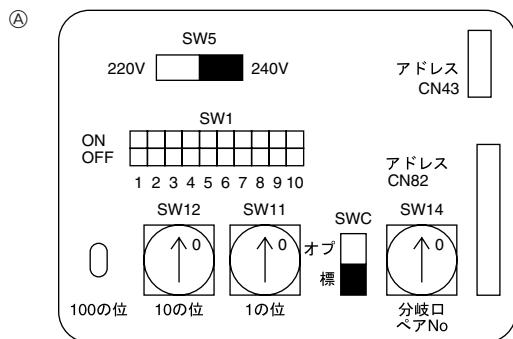

Fig. 7-4
7.3. Configuración de las direcciones (Fig. 7-4)